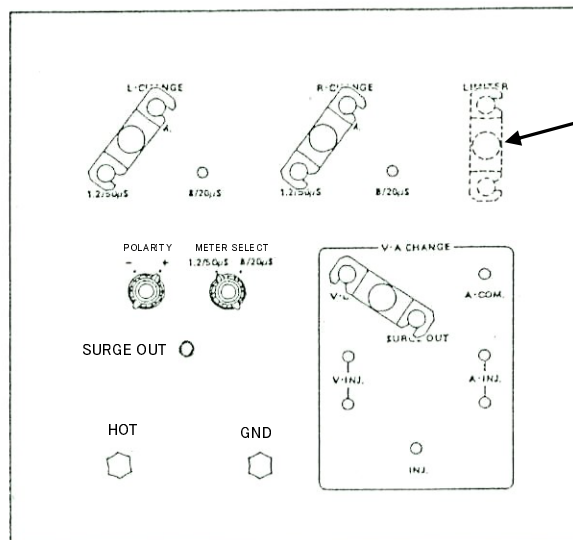

図4
2. 出力波形切替部を図4のように接続します。
3. 出力波形切替部を図 4 のように接続します。
5. SURGE ADJ ツマミ⑤を回して出力電圧指示値を 100V に合わせたら、トリガースイッチ⑦を押してサージを出力し、オシロスコープ上の波形を確認します。